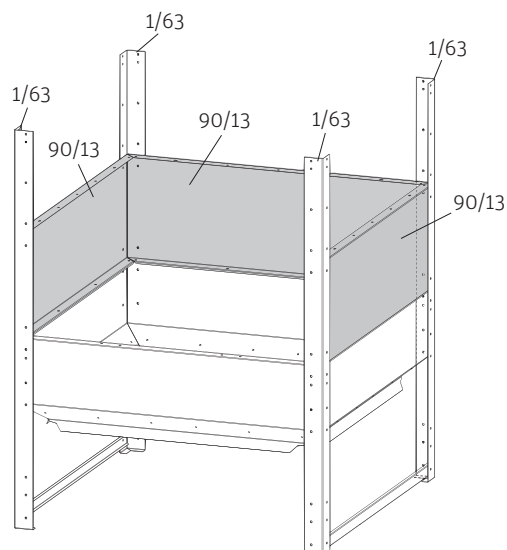

Fig. 8 Seitenwände 1 Reihe hinten montieren
1. Reihe 3 Seitenwände rundherum aufsetzen. Bug 9 mm nach unten, 3 Seitenwände (90/13) nur mit Standwinkel (1/63) von Hand aus verschrauben, noch nicht in waagrechter Ebene – Fig. 8.